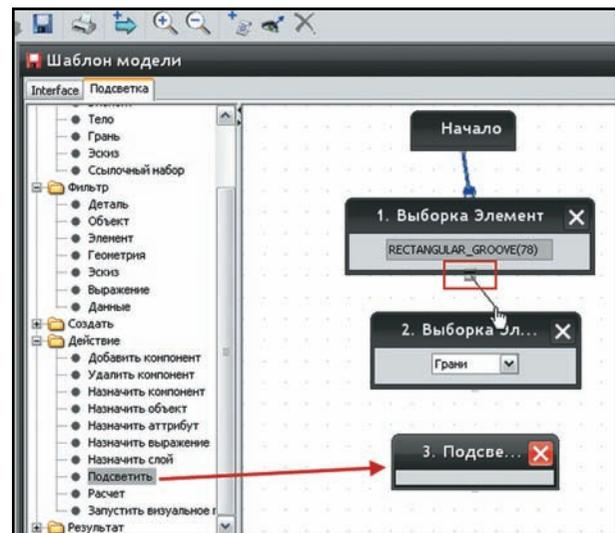

Рисунок 10.65 Построение связей
- Теперь осталось определить действие, которое мы хотим осуществить, и соединить все блоки алгоритма в цепочку. Из группы **Действие** выберите и перетащите функцию **Подсветить** в поле редактирования шаблона. Затем соедините все блоки друг за другом в порядке их добавления. Начните с блока **Начало**. Для создания соединения выберите маленький прямоугольный маркер на середине нижнего края блока функции и, нажав левую кнопку мыши, перетащите его на другой блок, с которым вы хотите установить связь. Затем отпустите кнопку мыши (рис. 10.65).